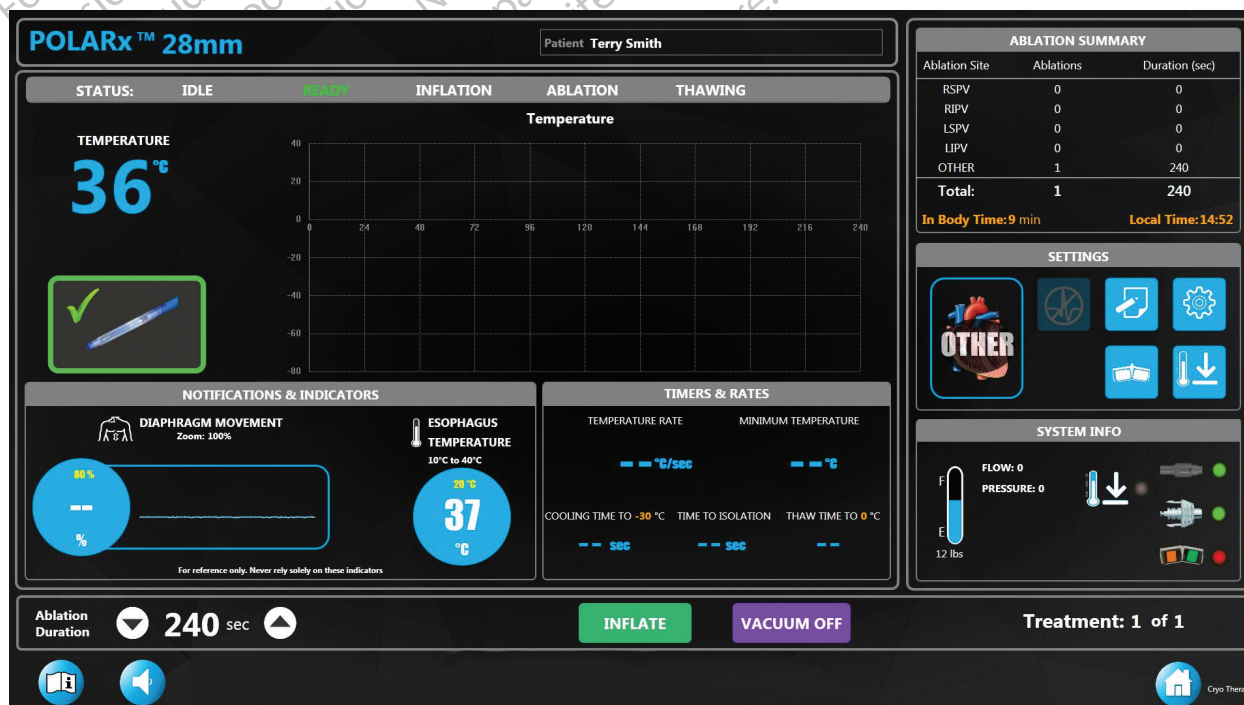
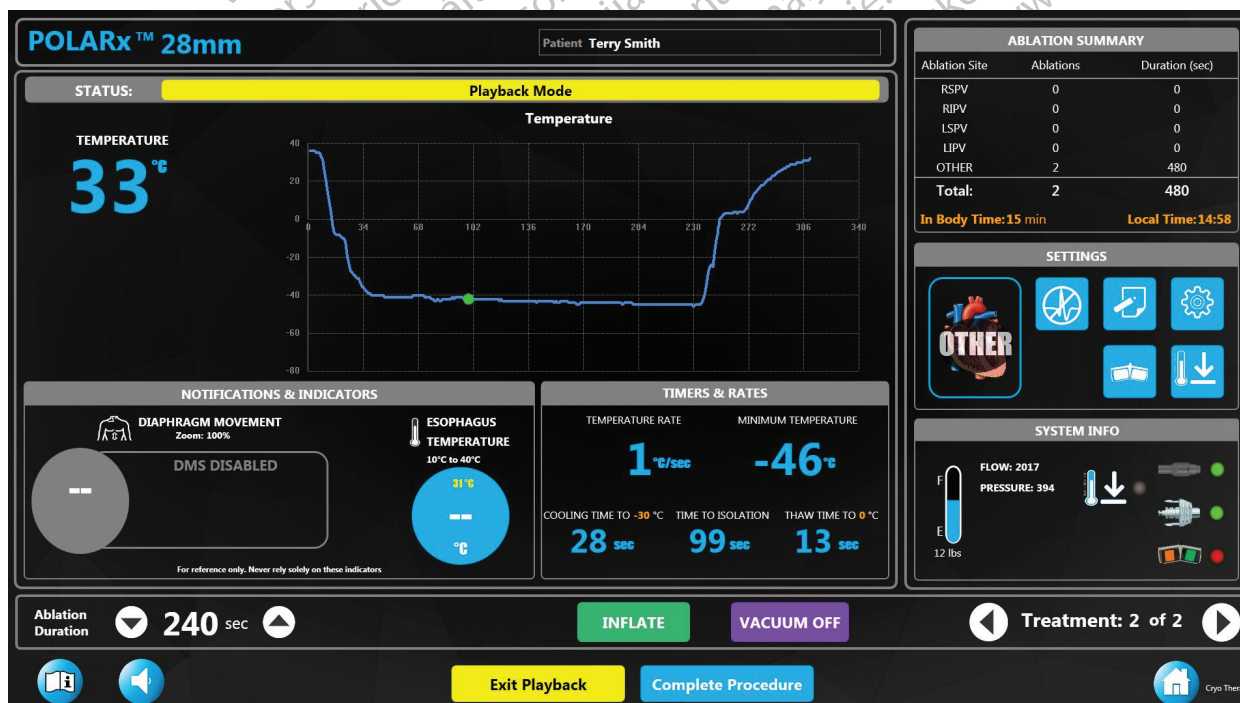

Figura 15. Starea READY (Pregătit)
Figura 16. Modul PLAYBACK (Redare)
- Apare butonul PLAYBACK (Redare) și permite verificarea datelor din ablațiile anterioare. Apăsați pe butonul PLAYBACK (Redare) pentru a intra în modul de Redare, afișat în Figura 16.
- Utilizați săgețile de Treatment (Tratament) (Figura 16) pentru a afișa datele din tratamentele anterioare în cadrul procedurii actuale.
1. Când tratamentul este finalizat, apăsați pe butonul Complete Procedure (Finalizare procedură) de pe ecranul de terapie (Figura 15) sau de pe ecranul de Playback (Redare) (Figura 16).